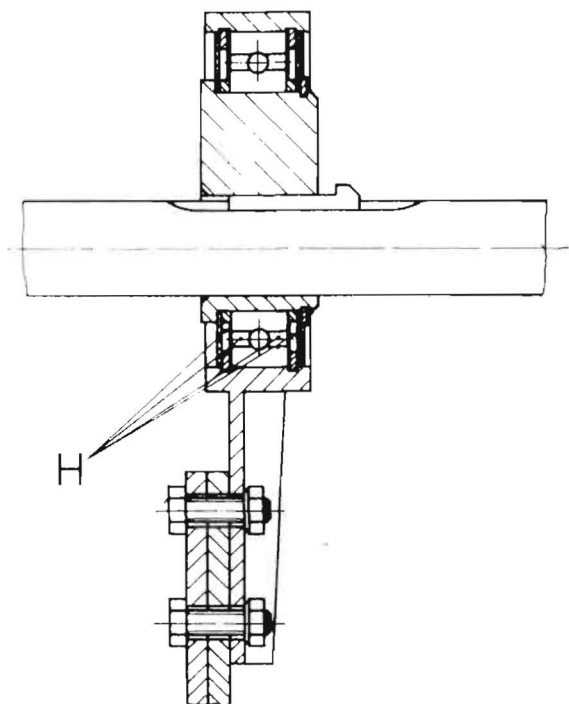

Bild 7/1
Die Exzenterlager in den Schubstangen des Reinigungsantriebes sind nach jeder Erntekampagne bei der Winterfestmachung zu demantieren und vom Altfett zu reinigen. Die Hohlräume (H) zwischen den Wälzlagerkugeln und die sich beidseitig zwischen der äußeren und inneren Dichtscheibe befindlichen Hohlräume (H) müssen anschließend mit frischem Schmierfett SWS 423 gefüllt werden (Bild 7/1).